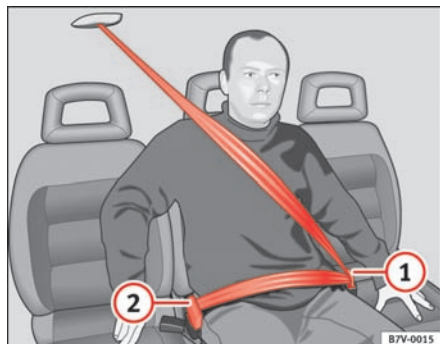

Fig. 17 Sådan tages en sikkerhedssele med to seletåse af.
- Tryk på den røde knap på seletåsen ① ⇒ fig. 17. Låsetappen løsnes og springer op.